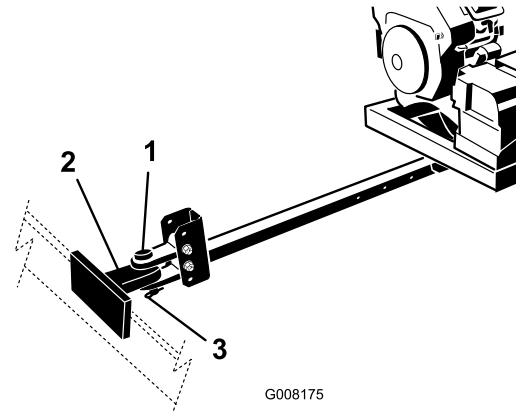

Figure 5
4. Accouplez l'attelage du souffleur à l'attelage du véhicule tracteur à l'aide de la goupille et de la chape d'attelage (Figure 5).